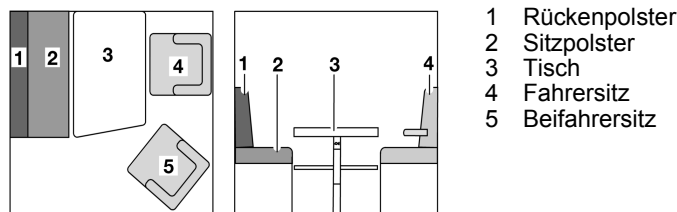

Bild 56 Vor dem Umbau
- Den Fahrersitz (Bild 56,4) mit der Rückenlehne zur Fahrtür drehen.
- Den Beifahrersitz (Bild 56,5) mit der Rückenlehne zur Beifahrtür drehen.
- Den Tisch (Bild 56,3) zum Bettunterbau umbauen (siehe Abschnitt 7.9).